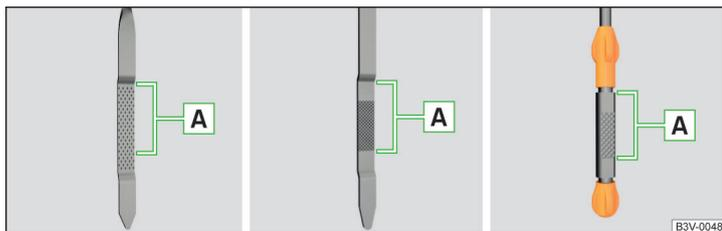

Fig. 154 Modelos de varillas del nivel de aceite
El nivel de aceite tiene que situarse en la zona **A** » fig. 154. Si el nivel de aceite se encuentra por debajo de la zona **A** se debe rellenar aceite.
- El nivel de aceite no debe estar nunca fuera de la zona **A** » fig. 154. ¡Existe riesgo de daños del motor, así como en el sistema de gases de escape!